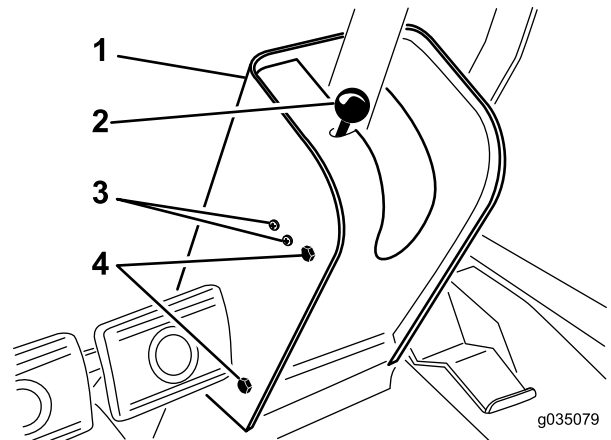

Figura 70
2. Retire el pomo de la varilla del freno de estacionamiento y retire los tornillos de la cubierta de la columna de dirección (Figura 70).
4. Afloje los tornillos y las tuercas que sujetan el interruptor del freno de estacionamiento al lado izquierdo de la columna de dirección (Figura 70).